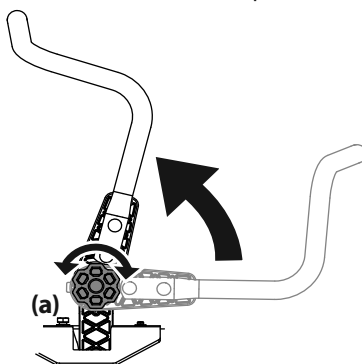

Figure 10
1. Tournez le bouton (a) vers la gauche pour le desserrer. Voir Figure 10.
3. Tournez le bouton vers la droite pour fixer la barre de conduite. Voir Figure 10.